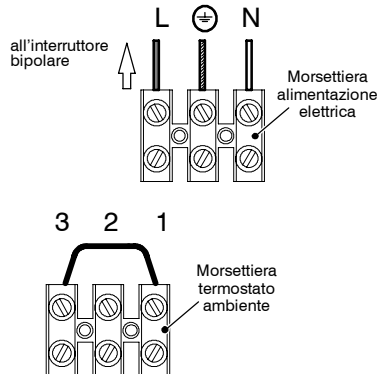

fig. 5.15
- 1 Collegare il cavo di alimentazione elettrica proveniente dall'interruttore onnipolare alla morsetteria di alimentazione elettrica della caldaia fig. 5.15 rispettando la corrispondenza della linea (filo marrone) e del neutro (filo azzurro).
Per il collegamento di un termostato ambiente servirsi della morsetteria termostato ambiente della caldaia fig. 5.15